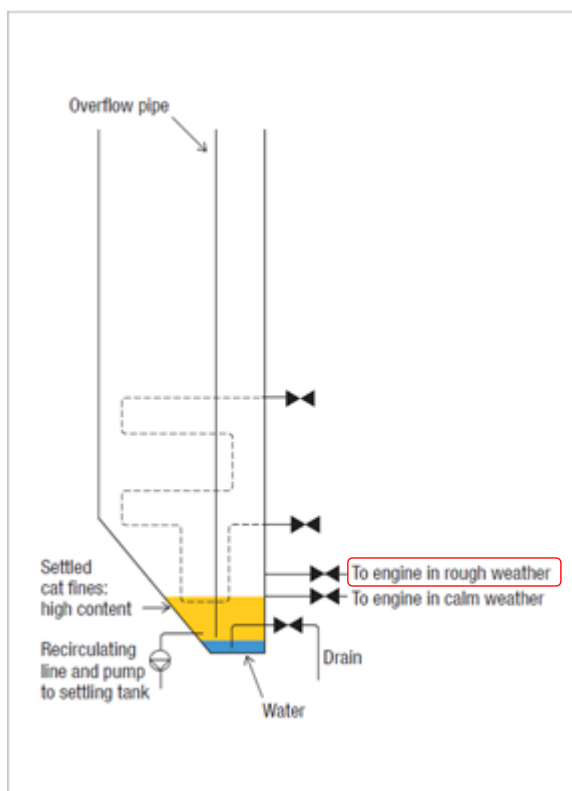

図3 燃料サービスタンクの例
- ・ タンク内の燃料出口を荒天時用の高い位置に切り替える。図 3 参照。